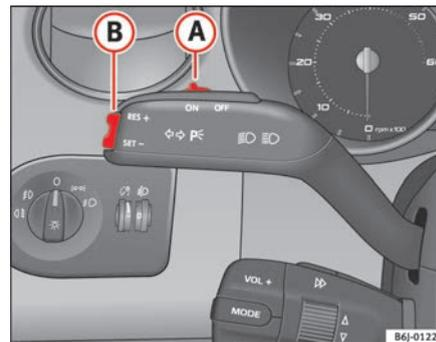

Fig. 102 Leva degli indicatori di direzione e degli abbaglianti: l'interruttore e il tasto di comando del regolatore di velocità
- Spostare verso sinistra l'interruttore ⇒ fig. 102 **A**, posizionandolo su **ON**.